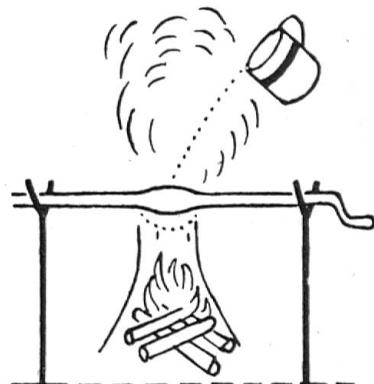

Abb. 7. Ursprüngliche Methode der Parakautschukerzeugung
*trocknen* von Latexschichten. Ein langer, entweder in der Mitte oder an einem Ende verbreiteter Holzstab wurde in Latex getaucht und über einem stark rauchenden Feuer gehalten, bis der Latex eingetrocknet war (Abb. 7). Dieser Vorgang wurde so lange wiederholt, bis man schließlich einen großen Ballen von oft über 100 kg hatte. Dann wurden die herausstehenden Enden einfach abgeschnitten und der Kautschukballen verschifft. Infolge dieser primitiven Methode war der Kautschuk natürlich stark verunreinigt und mußte in der verarbeitenden Industrie erst einem Waschprozeß unterzogen werden.